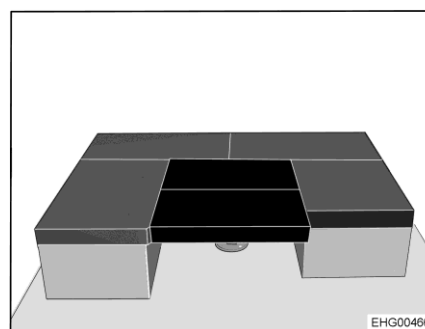

Fig. 105 Dopo la trasformazione
- Posizionare 2 cuscini aggiuntivi trasversalmente sul tavolo (vedi Fig. 105).